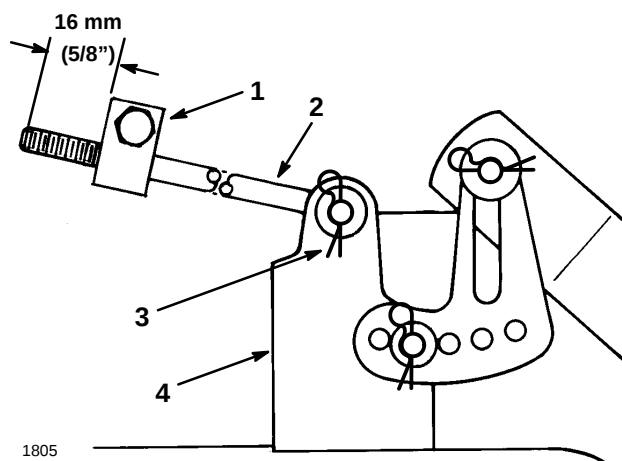

Abbildung 50
3. Die Länge der Stange messen, die vorne aus dem Einstellblock an den Seiten des Fahrgestells heraussteht (Abb. 50). Wenn die Länge der Stange nicht 16 mm (5/8") beträgt, Haarnadelsplint und Unterlegscheibe vom Ende der Stange entfernen (Abb. 50) und die Stange drehen, bis die Länge von 16 mm (5/8") erreicht ist. Dann das Ende der Stange im Loch im Mähwerkträger anbringen und mit Unterlegscheibe und Haarnadelsplint sichern. Diesen Vorgang an der anderen Mähwerkseite wiederholen.